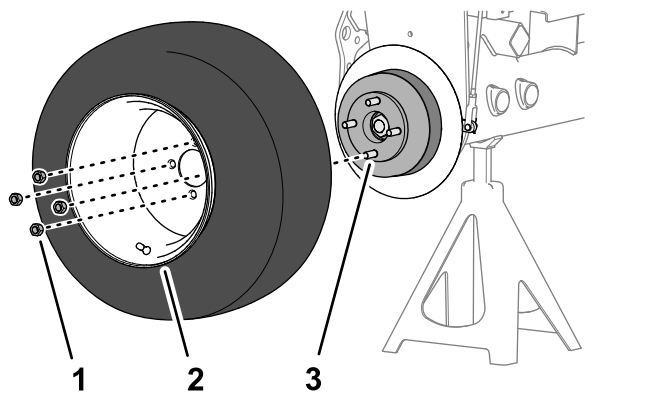

Figura 63
1. Retire as quatro porcas das rodas que prendem a roda frontal ao cubo e retire a roda (Figura 63).